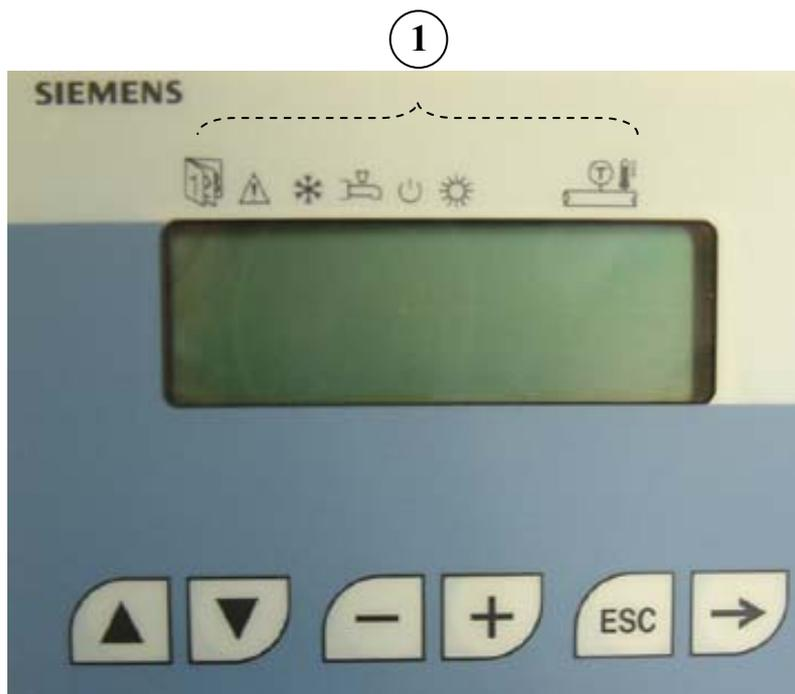

Рис. 2
- выбрать строку программы "SET T.MAND" и нажать кнопку (→ рис. 2);